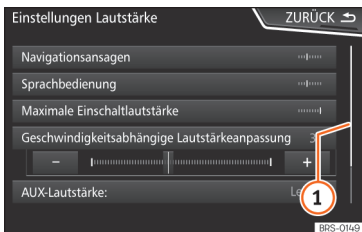

Abb. 193 Listeinträge eines Einstellungs-menüs.
Auf der rechten Seite befindet sich die Scroll-Leiste, deren Größe von der Anzahl der Listeinträge abhängt » **Abb. 193** ①.